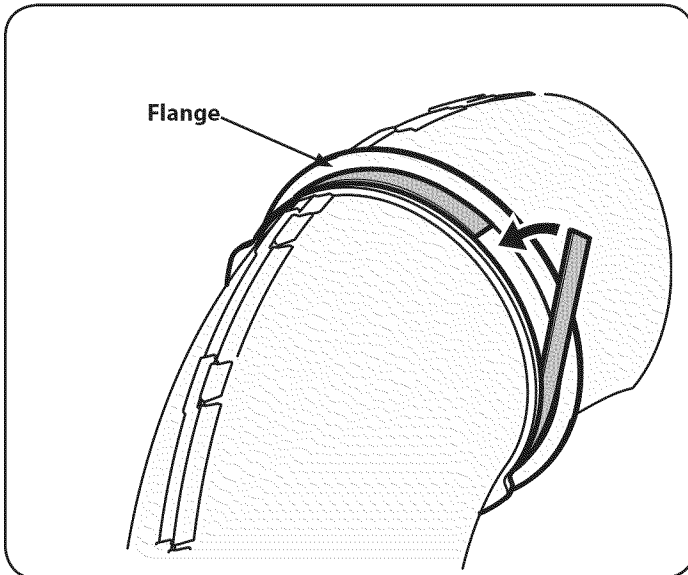

Figura 24
16. Quite la parte trasera de la cinta de espuma autoadhesiva (desde 721 hasta 04.388) que ha sido incluida con el colector de césped. Aplíquelo en la canaleta superior, a ras contra la brida como se muestra en la figura. 24.